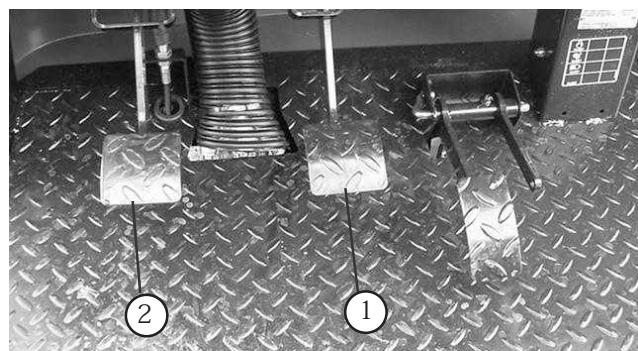

図 61
2. ブレーキペダル (図61) を持ち上げてフレームに接触させる。
3. ブレーキペダル (図 61) を持ち上げてフレームに接触させる。